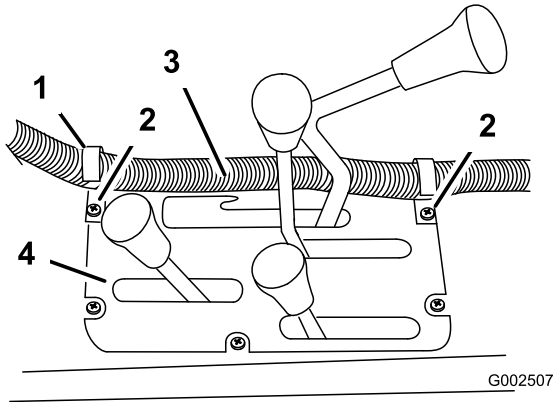

**Figura 15**
- Instale el pomo para evitar que la consola gire durante el uso (Figura 15).